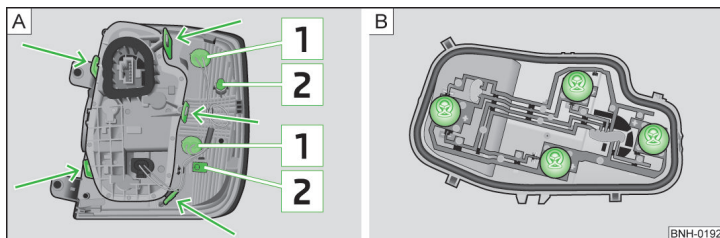

Fig. 158 Parte exterior de la lámpara / parte interior de la lámpara
- Introducir presionando con cuidado la luz posterior en la carrocería de tal manera que los pernos **2** » fig. 158 de la página 175 en la lámpara encajen en los alojamientos de la carrocería » **!**.
- Girar el portalámparas 1 » fig. 158 en el **sentido contrario** al de las agujas del reloj y extraer de la carcasa.
- Desbloquear el portalámparas en las bridas de enclavamiento señaladas con las flechas » fig. 158 - A y extraer el portalámparas de la luz posterior.
- Gire la bombilla respectiva » fig. 158 - B hasta el tope en **sentido contrario** al de las agujas del reloj y extráigala del portalámparas.